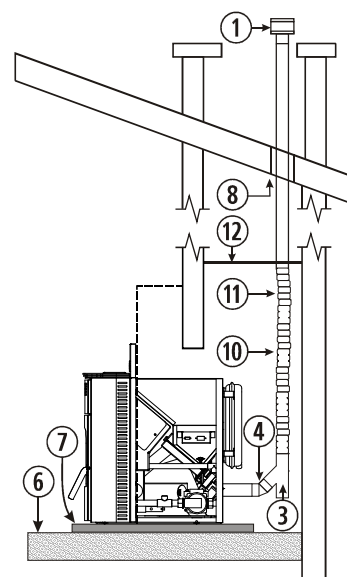

Figura 7
4.38. Instalar la estufa según la *figura 7*, teniendo especial cuidado en colocar una tapa metálica y tubo de acero inoxidable de salida de gases.
①	Sombbrero anti - viento.
②	Te de 135° con registro.
③	Codo de 45°.
⑥	Suelo de madera.
⑦	Protector del suelo no combustible.
⑧	Separación de 80 milímetros.
⑫	Tapa metálica.